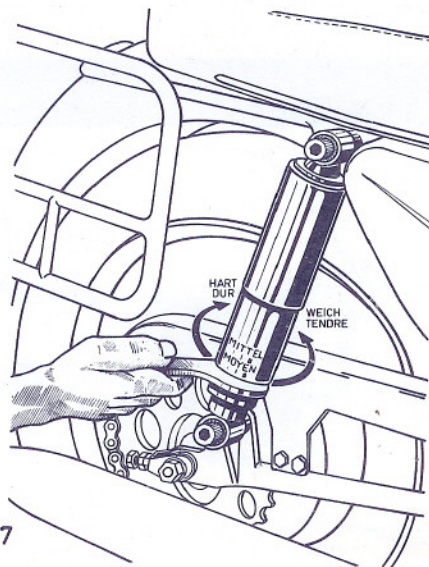

FIG. 17
7.9 Verstellen der Hinterradfederung (Fig.17)
7.9 Réglage des amortisseurs de suspension arrière (fig.17)